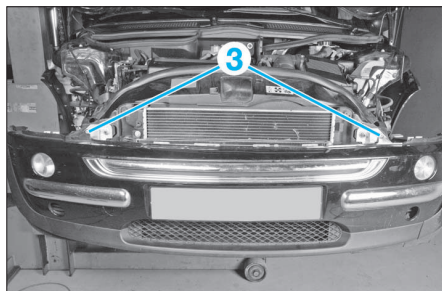

FIG. 18
- Déposer les vis de fixation (3) (Fig.18).